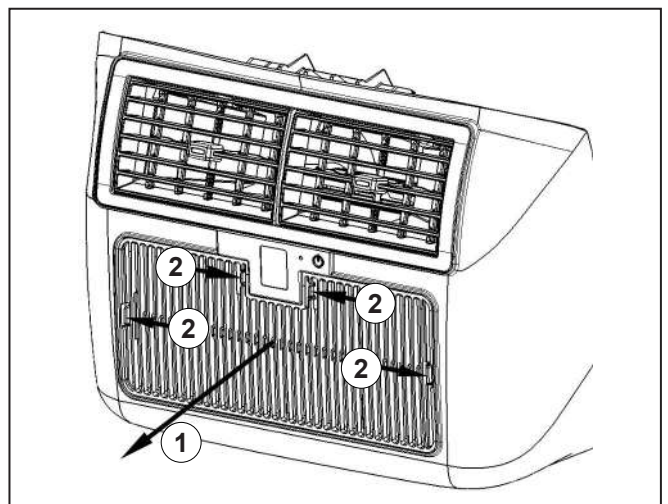

Fig. 7
1. Druk op de vier borgveren ("Fig. 7" ref. 1) en verwijder het voorste rooster ("Fig. 7" ref. 2).